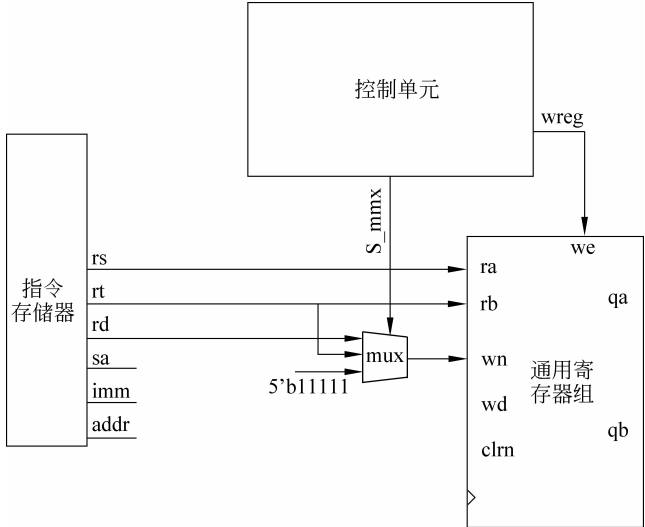
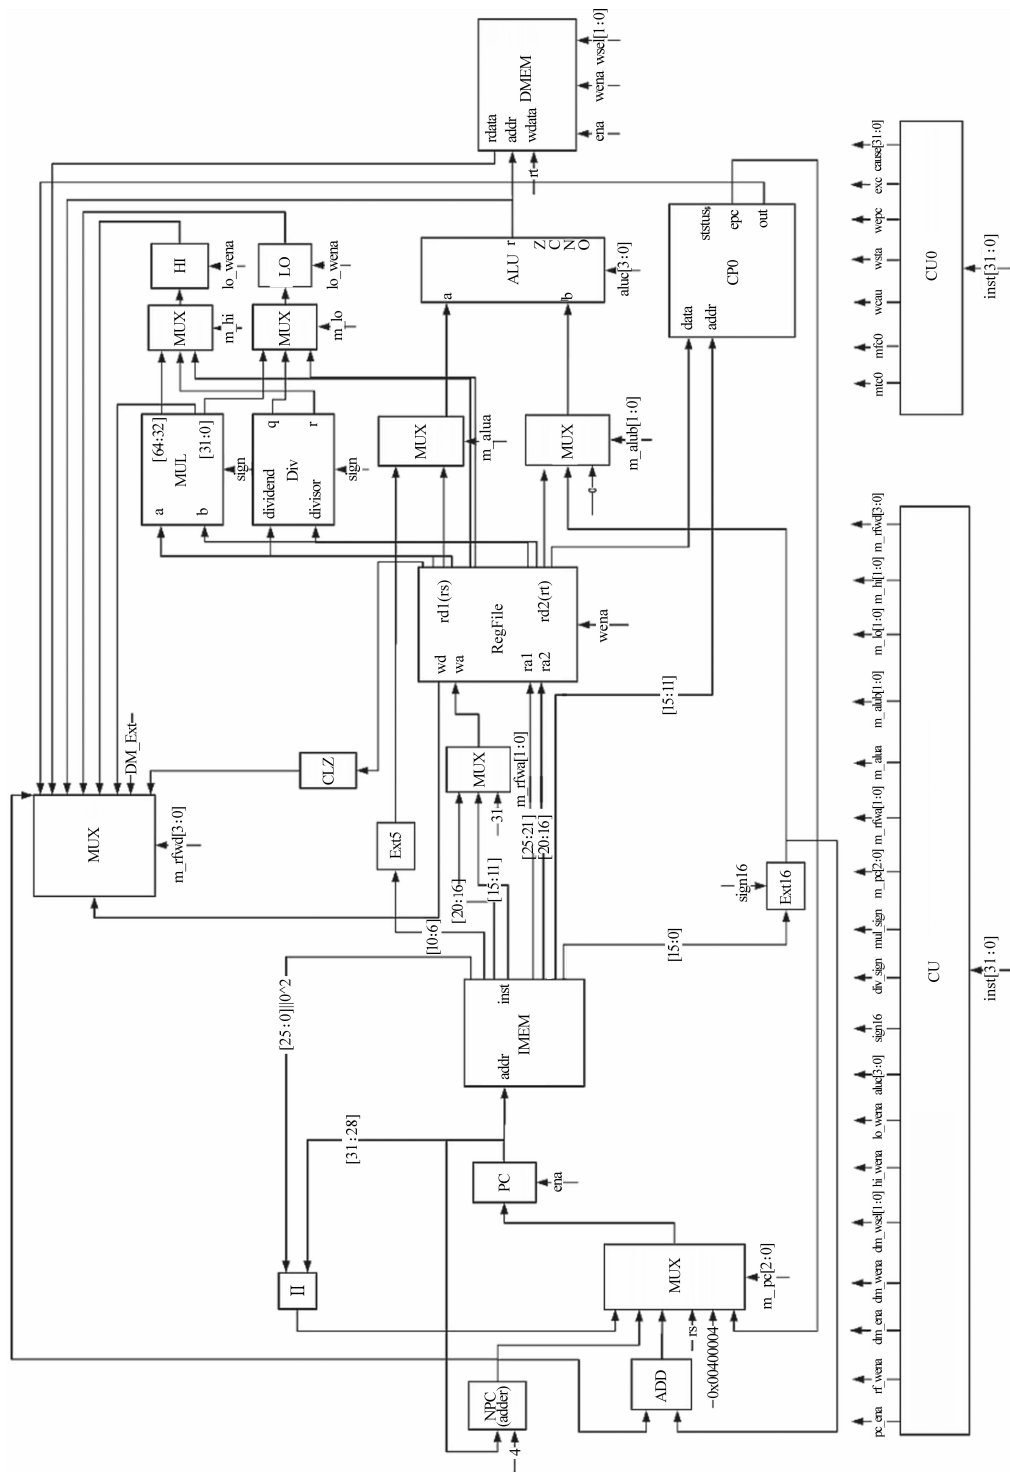

图 3.2 一个 mux 例子
图 3.3 简化版总体数据通路设计图
③ 考虑所有指令，增加多路选择器，画出整个数据通路。因为不同的指令和操作会造成很多模块有不同的输入，此时需要多路选择器判断哪个数据应当进入输入端，控制信号由控制单元产生，如图 3.2 所示，通用寄存器组写地址端口 wn ，它与输入的指令类型有关，当指令是 R 类型时， $wn=rd$ ；当指令是 i 类型时， $wn=rt$ ；当指令是 jal 时， $wn=5'b11111$ （返回地址放在 31 号通用寄存器）。将第二步所有指令的数据通路图联通到一起，得到一个整体的数据通路图，如图 3.3 简化版所示。
画出每一条或每一类指令的数据通路图，最后组合成总体的设计图。图 3.3 为简化版总体数据通路设计图。